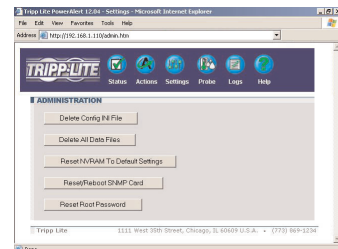

Figure 2 : Écran d'administration de PowerAlert
- Si la carte auxiliaire SNMP a déjà été configurée pour le réseau, il faut le redémarrer avant qu'il puisse reconnaître le capteur EnviroSense. Après connexion du capteur, utiliser un navigateur Web pour se connecter à <http://x.x.x.x/admin.htm> (remplacer x.x.x.x avec l'adresse IP de la carte). Entrer dans l'interface de PowerAlert en tant qu'administrateur. Cliquer sur le bouton appelé *Reset/Reboot SNMP Card* [Réinitialiser/Redémarrer la carte SNMP] (figure 2). Après le redémarrage de la carte, un nouveau bouton appelé *Probe* [sonde] apparaîtra dans la zone de navigation de PowerAlert. Cliquer sur ce bouton pour accéder aux options de surveillance et de commande du capteur EnviroSense.